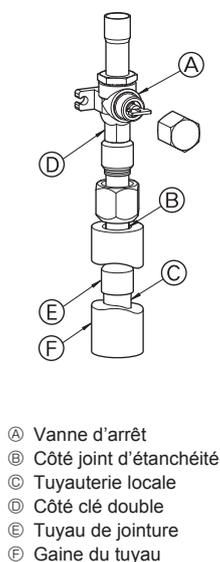

Fig. 4-3
- Respecter la procédure suivante pour le raccordement des tuyaux côté gaz. (Fig. 4-3) (SHW230)